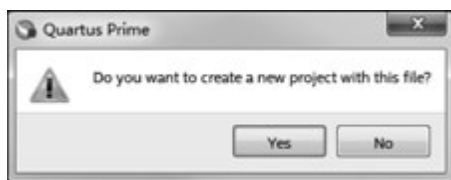

图 3-14 由文件建立工程
需要注意的是: ①Quartus Prime 要求顶层模块与工程同名, 否则会导致编译失败。当工程只包含一个模块时, 该模块即为顶层模块, 因此一定要确保模块名、文件名与工程名严格一致; ②对于顶层模块, 新建工程和设计输入两个步骤可以互换。也就是说, 可以先输入设计文件, 保存设计文件时, 在弹出的如图 3-14 所示的对话框中单击 Yes 按钮, 启动新建工程的过程。